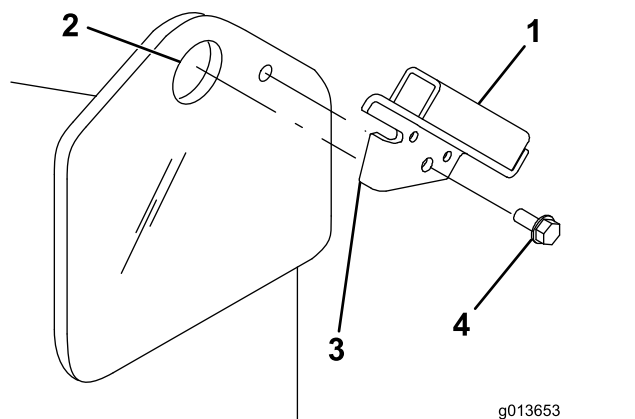

Figura 3
1. Inserite l'aletta della staffa dello schermo di protezione nel foro del punto di sollevamento sul trattorino, allineando il foro sulla staffa al piccolo foro sul telaio del trattorino (Figura 3).
**Nota:** Vi sono una staffa destra e una staffa sinistra. Accertatevi di montare ogni staffa sul lato corretto. L'aletta deve essere inserita nel foro del punto di sollevamento e la staffa deve trovarsi all'esterno del telaio (Figura 3).
2. Fissate la staffa al telaio con una vite autofilettante (Figura 3).